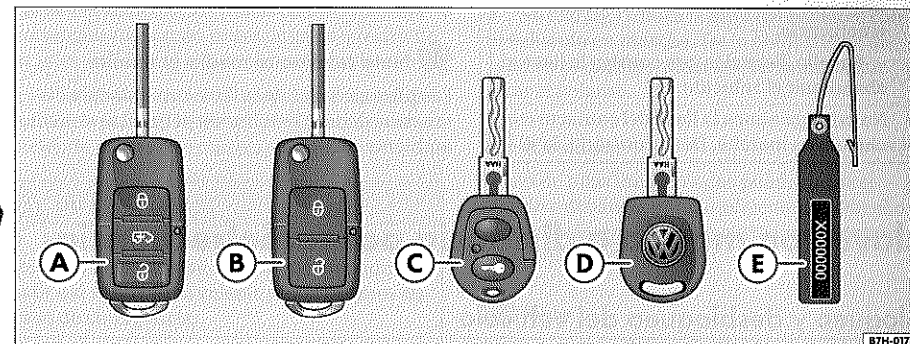

Fig. 16 Cuadro general de las llaves del vehículo
- Llave ⇒ fig. 16 A con mando a distancia por radiofrecuencia y paletón desplegable para vehículos con puerta corredera eléctrica¹³⁾.